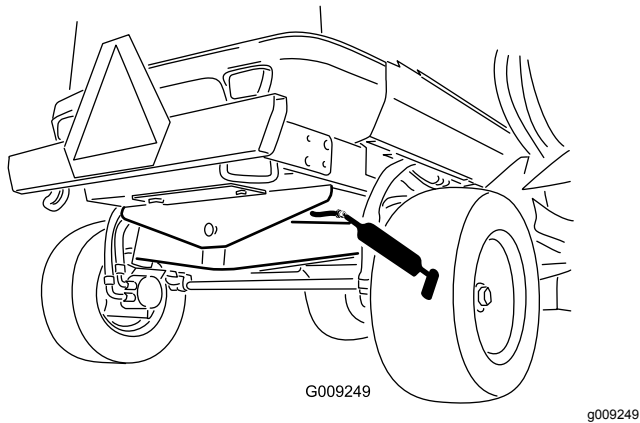

Bild 79
- 1 Hinterachsen-Drehbüchse (Bild 79)